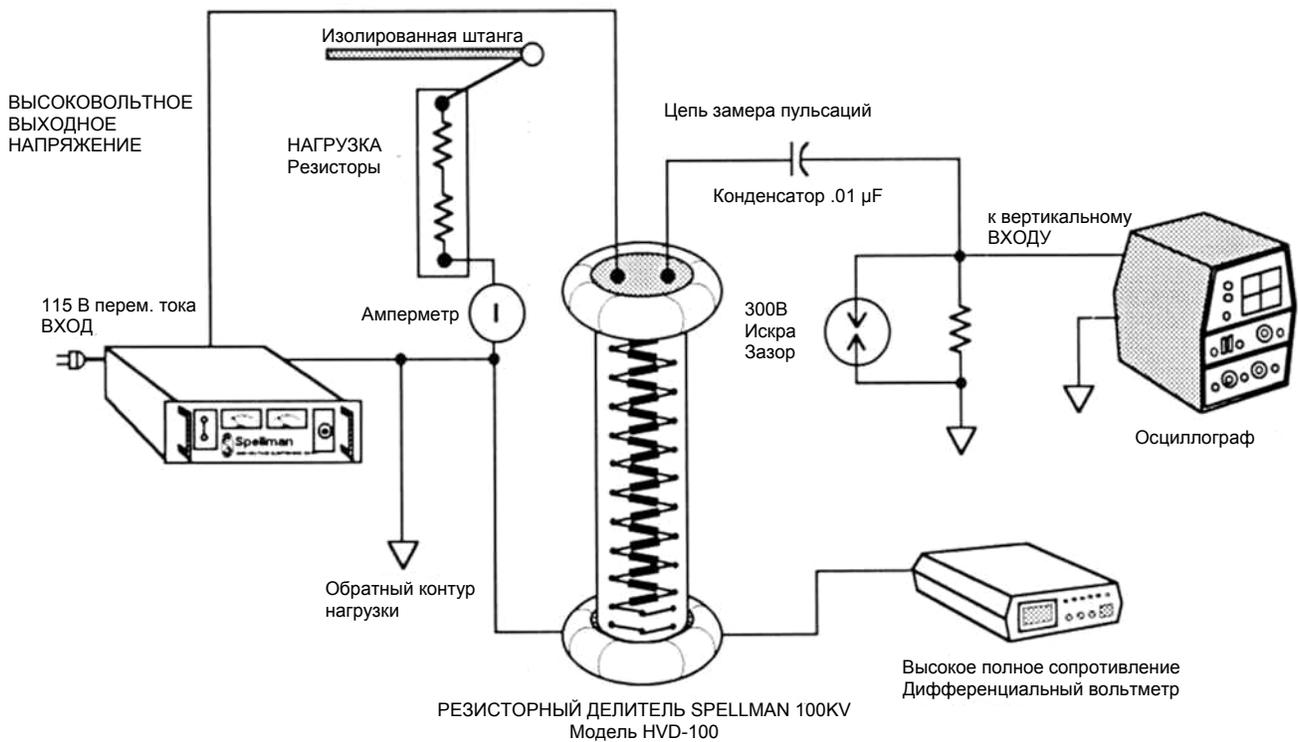

Рис. 6. Испытательная схема высоковольтного источника питания
4.4.1 Соединить ВЫСОКОВОЛЬТНЫЙ ДЕЛИТЕЛЬ (HVD) и ВОЛЬТМЕТР как показано на схеме испытания, рис. 6. Соединение между клеммой на выходе высокого напряжения испытываемого источника питания и клеммой на входе высокого напряжения ВЫСОКОВОЛЬТНОГО ДЕЛИТЕЛЯ следует делать высоковольтным проводником.
Измерение под нагрузкой при желании можно провести в случае подсоединения соответствующих высоковольтных резисторов нагрузки или других нагрузочных устройств к испытываемому источнику питания, как показано на рис. 6. Измеритель тока подключается последовательно к резистору нагрузки на стороне заземления, чтобы удерживать приборы при безопасном потенциале. ПРИМЕЧАНИЕ. Дополнительную информацию о методах нагрузки см. в разделе 3.